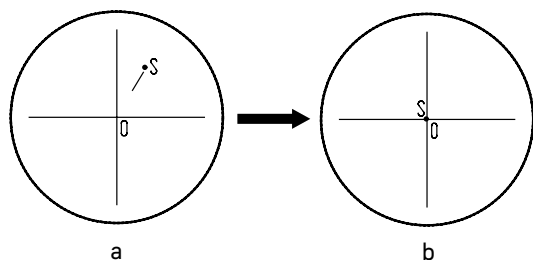

Рис. 13. Настройка канала визуализации
- Установите рукоятку переключения светового потока **4** в положение для наблюдения через окуляры. Наблюдая объект через окуляры, найдите отличительную точку в поле зрения (легко идентифицируемую цель, такую как точка S на рис. 13а), переместите объект на предметном столике так, чтобы данная точка находилась в центре поля зрения как показано на рис. 13б. Для этой процедуры вместо обычного препарата удобно использовать специальный калибровочный слайд с перекрестием, а вместо обычного окуляра – окуляр с перекрестием.